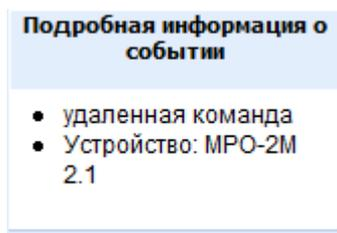

Рисунок 19.7 – Окно «Подробная информация о событии»
5) **Окно «Подробная информация о событии».** В этом окне отображается подробная информация о записи журнала событий, на которой находится курсор (устройство, зона, расшифровка неисправностей, пользователь) (рисунок 19.7).